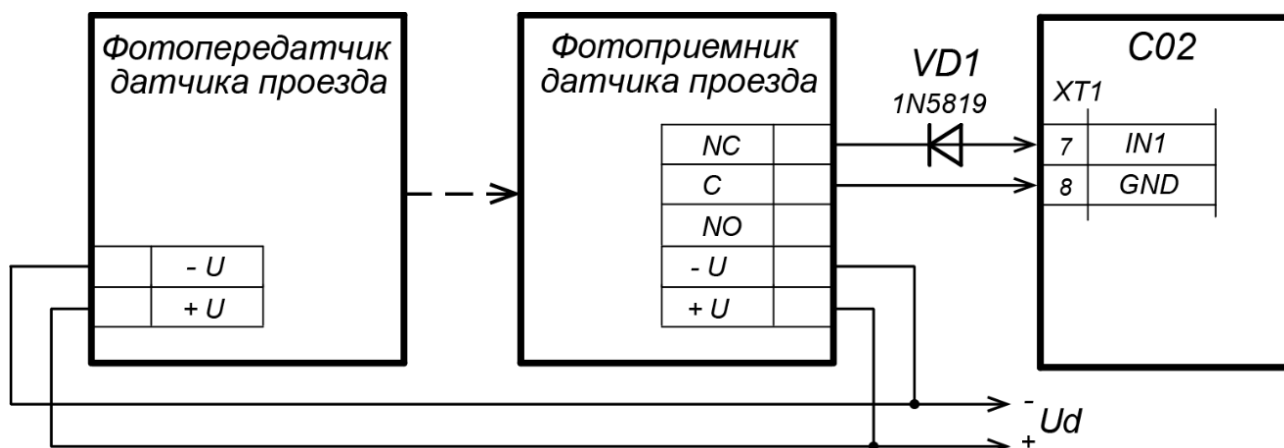

Рисунок 9. Схема подключения датчиков проезда
- Датчик проезда подключается к нажимной колодке **XT1** согласно схеме, представленной на рис. 9. Для подключения используйте тип кабеля №4 (см. табл. 3). При подключении нескольких датчиков их выходы включаются последовательно.